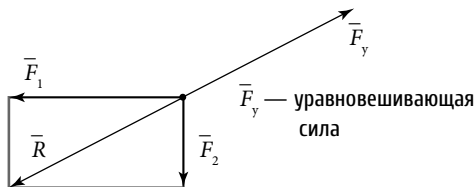

Рис. 13
**Равнодействующая сила** — одна сила, эквивалентная данной системе сил, обозначается  $\bar{R}$  (рис. 13, 14, 15).
**Уравнивающая сила** — сила, равная по величине равнодействующей, направленная по той же линии действия, но в противоположную сторону (рис. 13).